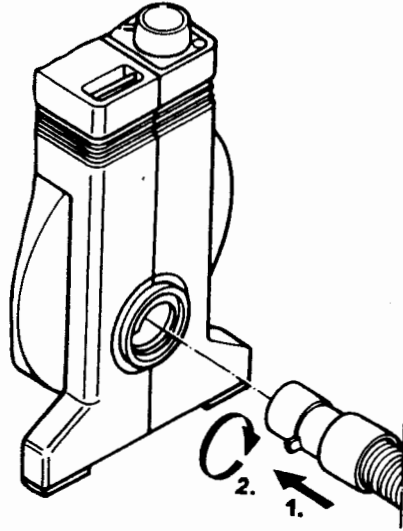

Abb. 3
- Luftschlauch am Motorgebläse anschließen. Dazu Anschlußstück des Luftschlauchs in der Öffnung am Motorgebläse nach rechts festdrehen (Abb. 3).